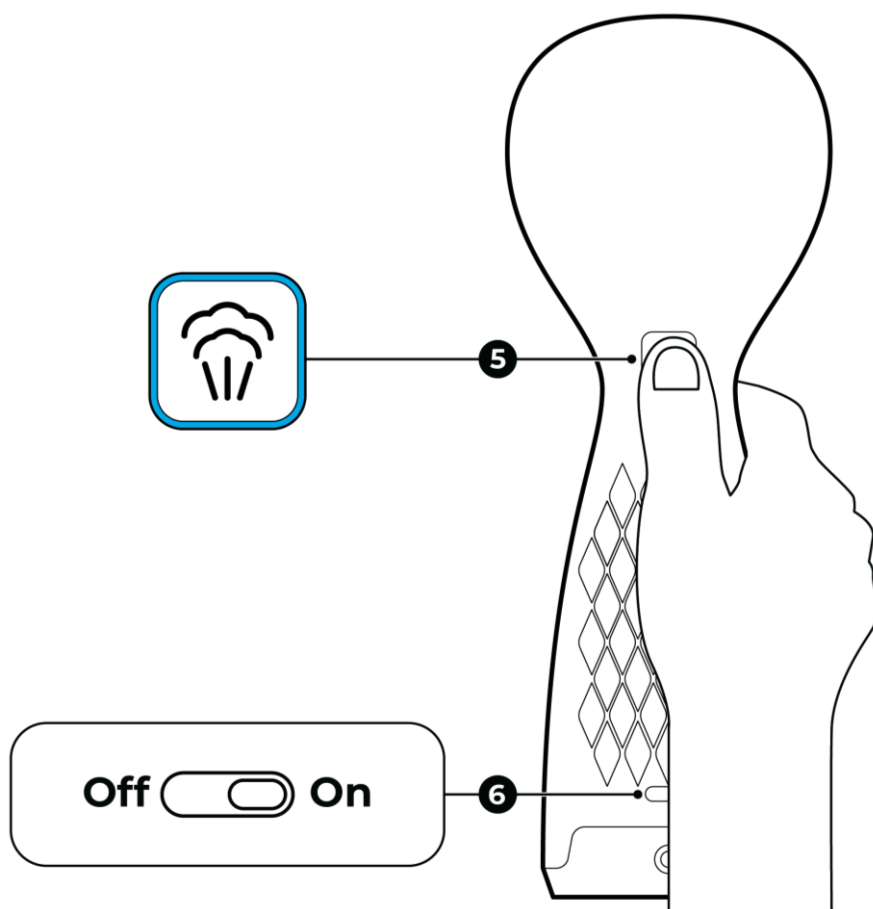

Рисунок 11 – Нажатие кнопки подачи пара
1. После подготовки отпаривателя к работе однократно нажмите на кнопку подачи пара (5) (см. рисунок 11).